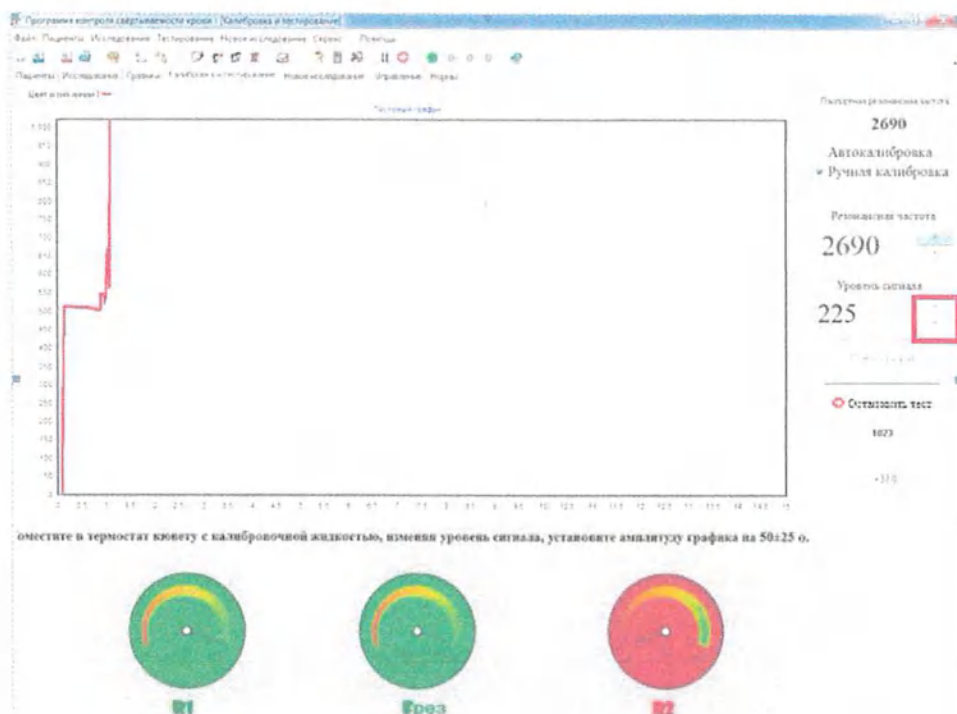

Рисунок 24 – Погружение иглы датчика в кювету с СТЖ
- Опустить датчик в нижнее положение (поместить иглу датчика в кювету с водой), при этом график на экране должен резко уйти вверх) (рисунок 24).